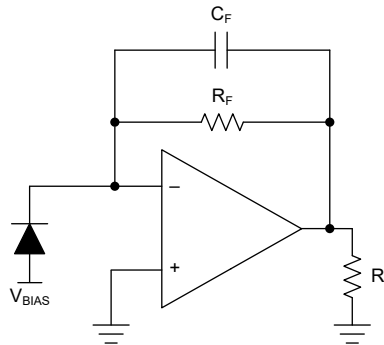

図 8-2. 広帯域フォトダイオード トランスインピーダンス アンプ
THS4631 はゲイン帯域幅積が大きいことから、高いトランスインピーダンス ゲイン、広帯域幅、高スルーレート、低ノイズを同時に実現できます。また、高出力電源レールによって、出力側で非常に広いダイナミックレンジを実現できる可能性が生まれることから、広いダイナミックレンジの入力ソースを使用することが可能となります。こうした特性を兼ね備えた THS4631 は、広帯域で低レベルの入力信号のトランスインピーダンス増幅が必要なシステム向けの最適な設計オプションとなります。図 8-2 に、標準的なトランスインピーダンス回路が示されています。
図 8-2 に示されている回路では、1 つを除き、設計パラメータのすべてが既知ですが、それでも帰還コンデンサ (CF) を決定する必要があります。帰還コンデンサを適切に選択することで、不安定な設計を防止し、パルス応答特性を制御するため、トランスインピーダンス帯域幅を最大化して、広帯域の積分ノイズを制限することが可能となります。CF で表されるフラットな周波数応答の最大値は、式 3 のように計算されます。